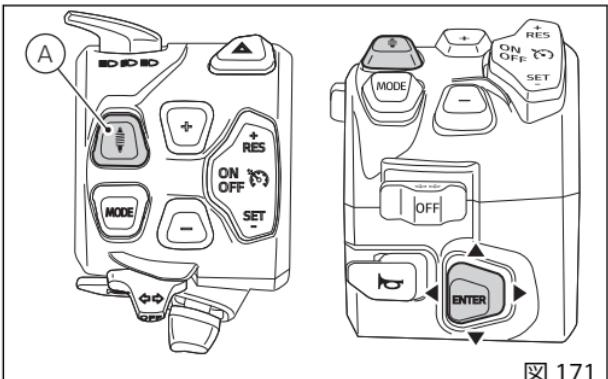

図 171
- ボタン(A、図 171)を押し、専用メニューを起動します。